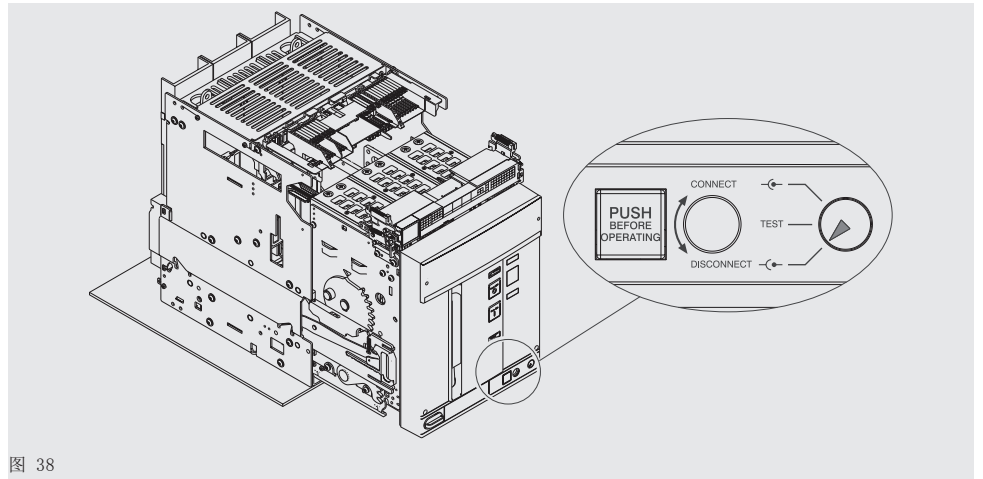

图 38
5. 确保位置指示装置指向 DISCONNECT 位置。请查阅 图 38.